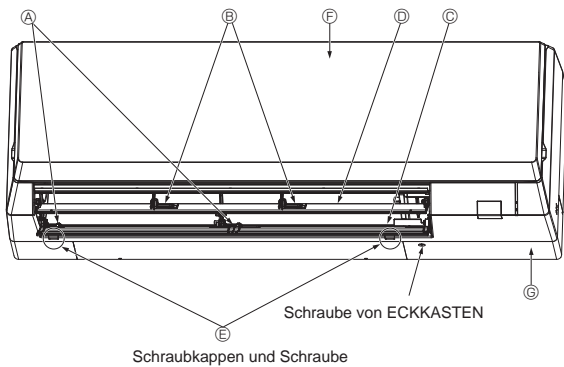

Fig. 6-5
- (1) Den Schraubendreher in das Loch am Schaft ④ der UNTEREN Klappe einführen und den Schaft ④ der UNTEREN Klappe verschieben (je 2 Stellen). Den Schaft ⑤ der OBEREN Klappe mit dem Schraubendreher verschieben. (Fig. 6-5, 6-6)
- (2) Die UNTERE Klappe ③ und die OBERE Klappe ④ aus dem Gerät ziehen.
- (3) 2 Schraubkappen ⑤ der Frontblende ⑥ entfernen. 2 Schrauben entfernen. (Fig. 6-5)
- (4) Die Frontblende ⑥ an den beiden Enden des unteren Teils halten und leicht zu sich hin ziehen; dann die Frontblende ⑥ durch Schieben nach oben entfernen.
- (5) Die Schraube von ECKKASTEN ⑦ entfernen. (Fig. 6-5)